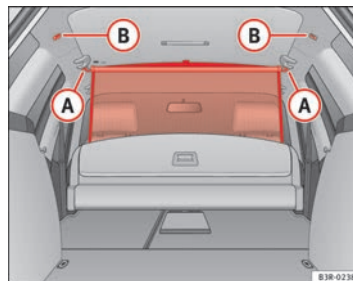

Fig. 119 Argollas para la red de separación
- Coloque la barra transversal en las argollas de alojamiento (B) ⇒ fig. 119.
- Coloque la barra transversal en las argollas de alojamiento (A) ⇒ fig. 119.